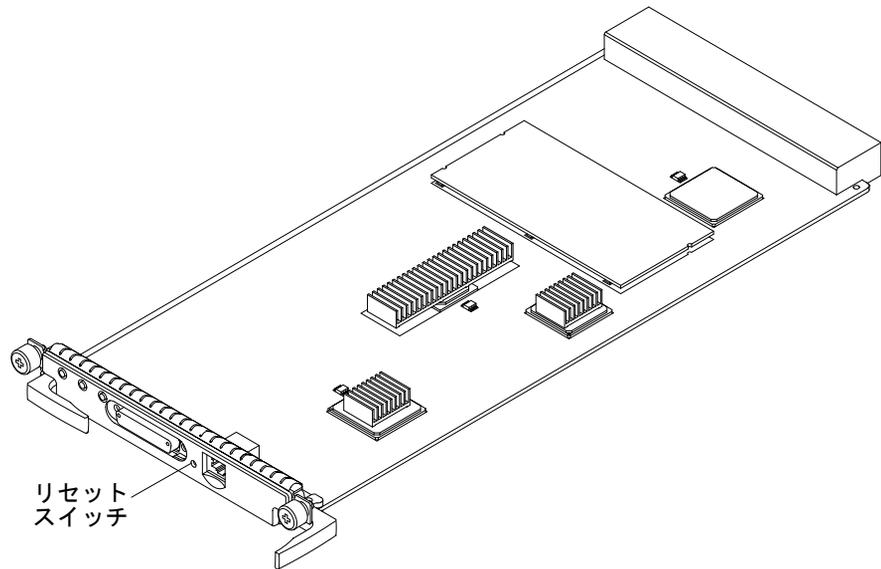

図 7-4 システムコントローラボードのリセットスイッチ
- ペンの先端でリセットスイッチ (図 7-4) を押し、システムコントローラボードをリセットして再起動します。